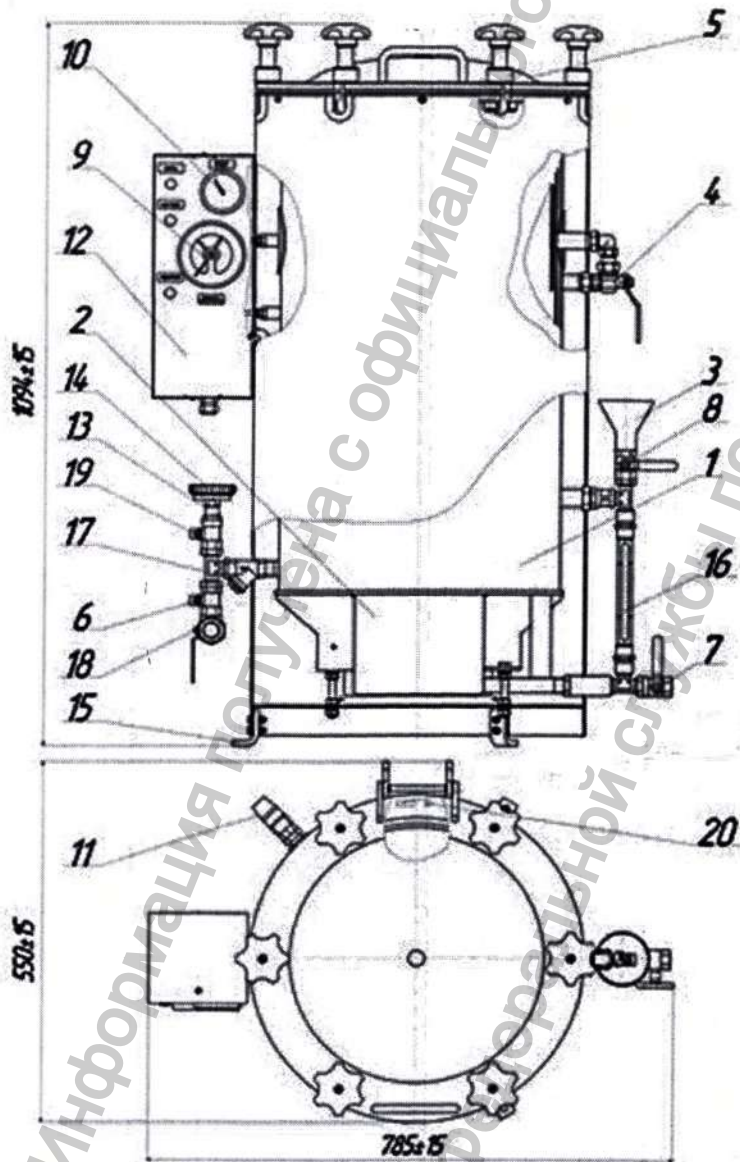

Рисунок 1 – Стерилизатор паровой ВКа-75-ПЗ:
1.4.1 Внешний вид стерилизатора приведён на рисунке 1. Основными частями стерилизатора являются: стерилизационная камера (поз. 1, рис.1), парогенератор (поз. 2, рис.1), крышка (поз. 5, рис.1) и блок управления (поз. 12, рис.1).
1.4.2 Стерилизационная камера имеет цилиндрическую форму с эллиптическим дном. Стерилизационная камера и парогенератор представляют собой единую сварную конструкцию. На стерилизационной камере закреплена крышка (поз. 5, рис.1), которая через уплотнительное кольцо при помощи шести винтовых прижимов создает необходимую герметичность камеры. Сливное отверстие камеры имеет фильтр сетчатый (поз. 17, рис.1).
1.4.3 Вода заливается в парогенератор через воронку (поз. 3, рис.1) при открытой вентиле «Вода в парогенератор» (поз. 8, рис.1). После заливки воды в парогенератор вентиль необходимо закрыть.
Слив воды из парогенератора производится открыванием сливного вентиля «Слив парогенератора» (поз. 7, рис.1). Сливать воду из парогенератора необходимо всегда, когда есть вероятность охлаждения стерилизатора до отрицательных температур (транспортирование, хранение и т.п.).
Для наблюдения за уровнем воды имеется водоуказательная трубка (поз. 16, рис.1), на кожухе которой нанесены две риски – максимальный и минимальный уровень.
1.4.4 На блоке управления расположены индикаторы «Авария», «Нагрев», «Сеть», мановакуумметр (поз. 10, рис.1) и манометр (поз. 9, рис.1).
1.4.6 Сушка простерилизованного материала производится под вакуумом, который создается с помощью эжектора (поз. 13, рис.1). По окончании эжекции (сушки) для восстановления в стерилизационной камере нормального атмосферного давления в нее подается воздух через фильтр бактериальный (поз. 14, рис.1). Указателем давления внутри стерилизационной камеры служит мановакуумметр.
1.4.7 Вентиль «Пар в камеру» (поз. 4, рис.1) предназначен для впуска пара в камеру из парогенератора. Он позволяет перекрыть поступление пара в стерилизационную камеру во время загрузки, эжекции (сушки) и разгрузки стерилизатора, сохраняя тем самым рабочее давление в парогенераторе для последующих циклов стерилизации.
1.4.8 Через вентиль «Сброс пара» (поз. 6, рис.1) осуществляется сброс пара.
1.4.9 Защитное заземление подключается к одной из опор (поз. 15, рис.1), расположенной в нижней части стерилизатора.
1.4.11 В стерилизаторе размещен предохранительный клапан (поз. 11, рис.1), который отрегулирован на давление  $0,30 \pm 0,02$  МПа ( $3,0 \pm 0,2$  кгс/см2) и предназначен для сброса пара в аварийной ситуации.
2.2.5 Соединить выход эжектора (см. рис. 1) с канализацией с помощью шланга с внутренним диаметром не менее 12 мм, подсоединить вход эжектора (вентиль «Вода в эжектор» поз.18, рис. 1) к водопроводу с помощью шланга с накидной гайкой  $3/4"$ . Для эффективной работы эжектора давление воды в водопроводе должно быть не менее 0,17МПа ( $1,7 \text{ кгс/см}^2$ ), не должно создаваться препятствий для выброса отработанной воды из эжектора, поэтому ввод в канализацию должен располагаться как можно ниже по отношению к выходу эжектора (на расстоянии не менее 20см по вертикали), линия слива должна иметь уклон  $5 - 20^{\circ}$ . Для контроля давления воды в водопроводе рекомендуется установить на магистрали манометр.
2.2.8 Открыть вентили «Пар в камеру», «Сброс пара», «Вода в парогенератор» (поз.4,6,8, рис.1). Залить воду в парогенератор через воронку (поз. 3, рис.1) до верхней риски. После заполнения парогенератора (поз. 2, рис.1) водой закрыть вентили 4,6,8.
2.2.9 Установить стрелки манометра (поз. 9, рис.1) в положение, указывающее пределы автоматического поддержания давления в зависимости от вида стерилизуемого материала. При этом нижнюю стрелку установите по нижнему предельному значению рабочего давления, а верхнюю рабочее давление + 0,02 МПа (+0,2) кгс/см2.
2.2.10 Перед началом рабочей смены необходимо прогреть стерилизационную камеру (поз. 1, рис.1), для чего при достижении давления пара в парогенераторе 1,1 бар, по манометру (Давление в парогенераторе), полностью откройте вентиль «Пар в камеру». При достижении давления пара в стерилизационной камере 1,1 бар на мановакуумметре (поз. 10, рис.1), откройте полностью вентиль «Сброс пара» и установите вентиль «Пар в камеру» в таком положении, чтобы давление в стерилизационной камере установилось в пределах (0,1-0,5) бар. Оставьте стерилизатор в таком положении на 3 минуты, после чего полностью закройте вентиль «Сброс пара», полностью откройте вентиль «Пар в камеру» и доведите давление в стерилизационной камере до 1,5 бар на мановакуумметре.
Затем проведите процедуру вакуумирования, для чего закройте вентиль «Пар в камеру», полностью откройте вентиль «Сброс пара» при этом вентиль «Вода в эжектор» должен быть закрыт, и при падении давления в стерилизационной камере до 0,2 бар на мановакуумметре, полностью откройте вентиль «Вода в эжектор» и оставьте стерилизатор в таком положении на 2 минуты. Затем закройте вентиль «Сброс пара» и затем закройте вентиль «Вода в эжектор». После откройте вентиль «Воздух в камеру» для выравнивания давления в камере с атмосферным. Затем откройте крышку (поз. 5, рис.1), стерилизационной камеры, закройте вентиль «Воздух в камеру» и загрузите стерилизационную камеру.
Рекомендации по выбору режима стерилизации изделий медицинского назначения в данном стерилизаторе указаны в таблице 3. Установите стрелки манометра (поз. 9, рис.1) в положение, указывающее пределы автоматического поддержания давления. Подробнее п. 2.2.9.
- работоспособность мановакуумметра (поз. 10, рис.1) и электроконтактного манометра (поз. 9, рис.1) (визуально);
- работоспособность предохранительного клапана (поз. 11, рис.1).